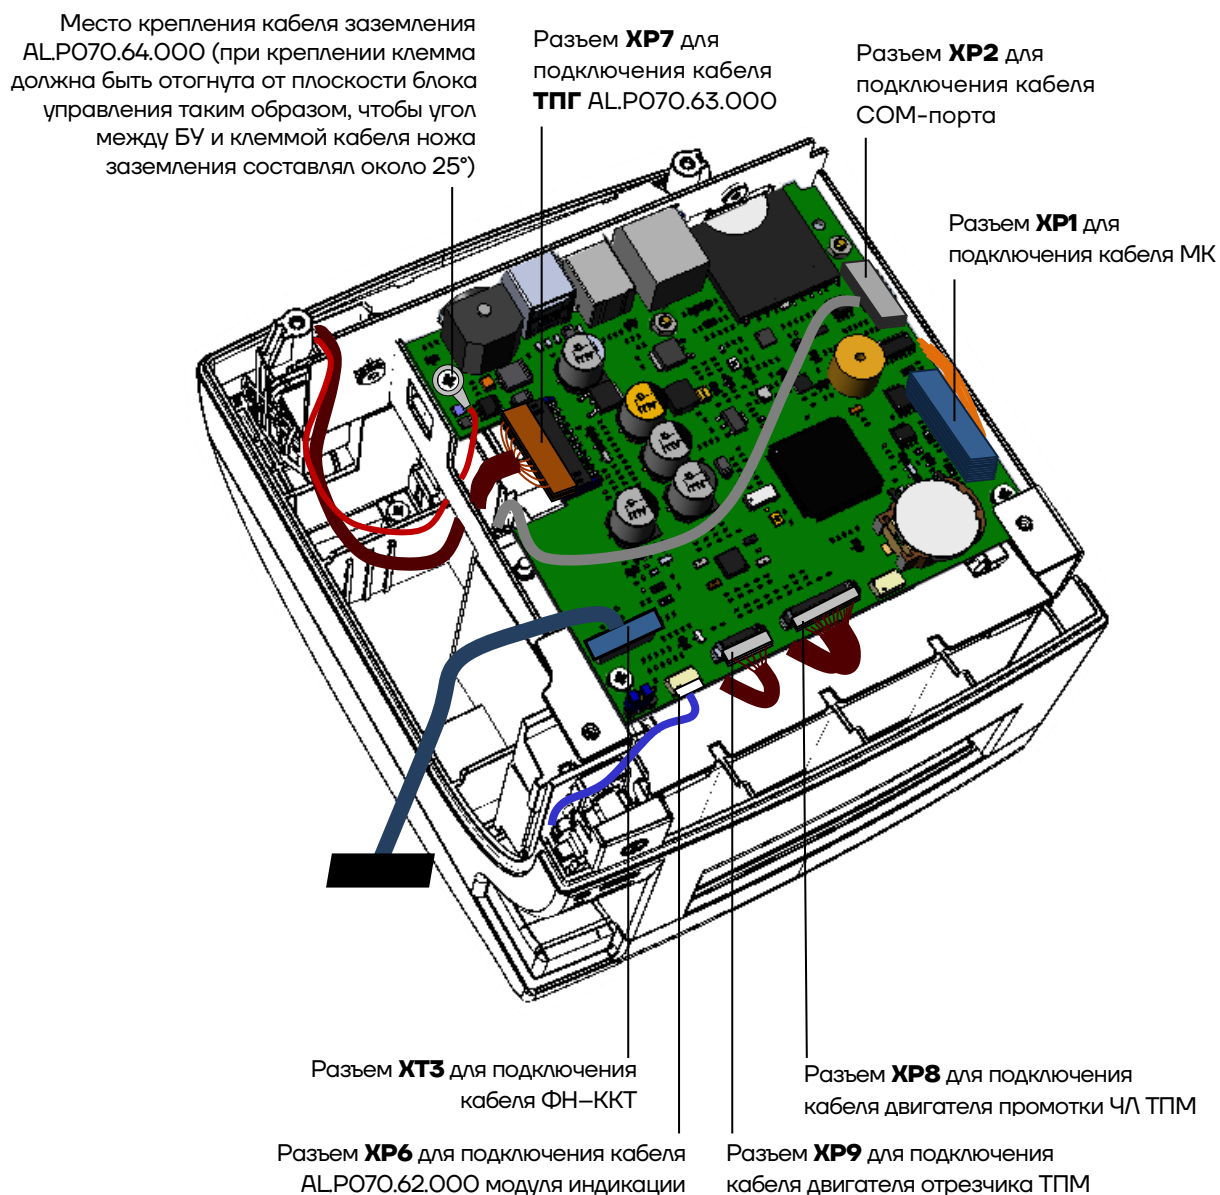

Рисунок 29. Подключение основных составляющих к блоку управления
- 8** Отключить все подключенные кабели (подробнее см. раздел «Компоновочная схема» рисунок 29).
- 16** К разъемам блока управления подключить кабели составляющих ККТ (см. рисунок 29).